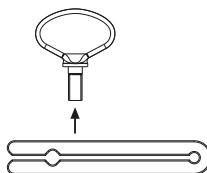

Fig. 7
- Smontare l'ausilio estrattore, vedere Fig. 7.